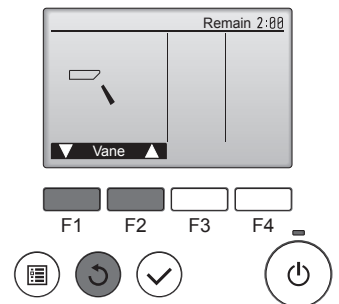

Fig. 5-6
① ตรวจสอบใบพัดอัตโนมัติโดยใช้ปุ่ม **[F1]** **[F2]** (Fig. 5-6)
② กดปุ่ม เพื่อกลับสู่หน้าจอ "Test run operation"
③ กดปุ่ม